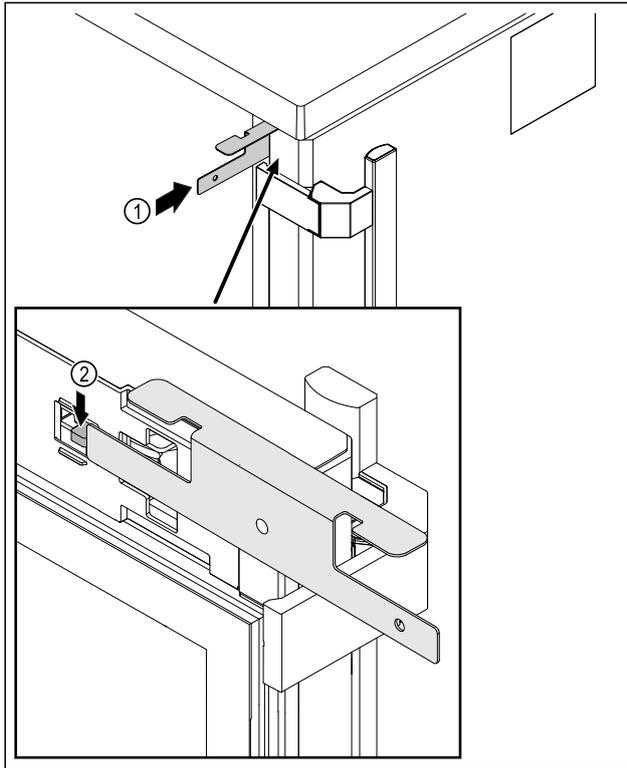

Fig. 218
- ▶ Sett inn nødopplåsingsnøkkelen Fig. 218 (1) mellom døren og apparatfundamentet.
- ▶ Trykk låsekroken Fig. 218 (2) i retning av hengselen.